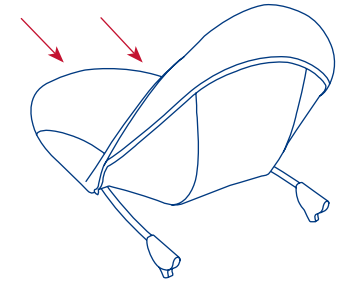

Fig. 5
- 5) • Slide the top of the seat pad over the backrest tube. (Fig. 5)
- Deslice la parte superior de la almohadilla de la sillita por encima del tubo del respaldo. (Fig. 5)